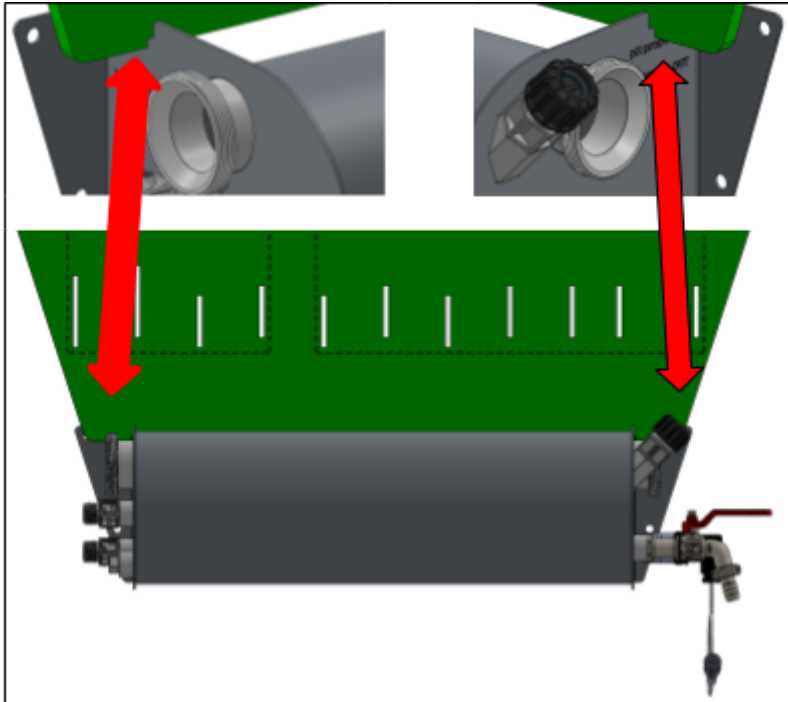

Abbildung 23.
- Senken Sie die Rückwand in die Schlitze des Mischbehälters ab. (Siehe Abbildung 23)